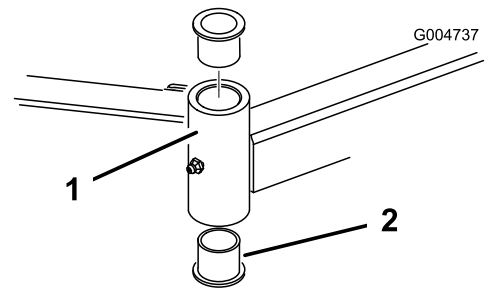

Bild 106
4. Stecken Sie einen Dorn oben oder unten in das Befestigungsrohr und treiben die Büchsen heraus (Bild 106).